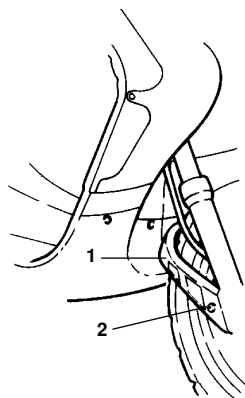

Fig. 30
- Sacar la protección (1 - Fig. 30) a través del tornillo (2) en ambos lados.
- Enlever le pare-boue avant (1 - Fig. 30) à l'aide des vis (2) des deux côtés.